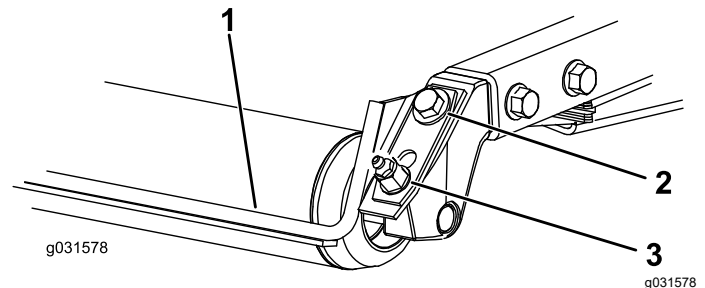

Figura 8
1. Slăbiți fitingul de lubrifiere și urubul de montare (Figura 8).